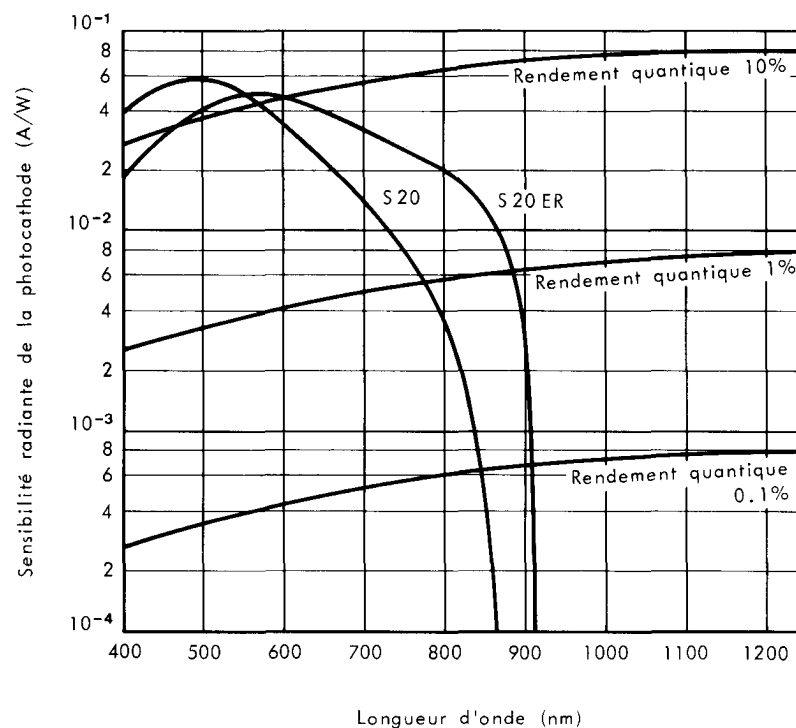

Figure 2
- 5 - Le tube ne doit pas être soumis à des niveaux lumineux supérieurs à ceux définis par les courbes de la figure 2.
Des luminations de la photocathode supérieures à celles définies par les courbes de la figure 2 peuvent entraîner des marquages permanents de la cible pouvant détériorer notablement la qualité de l'image.